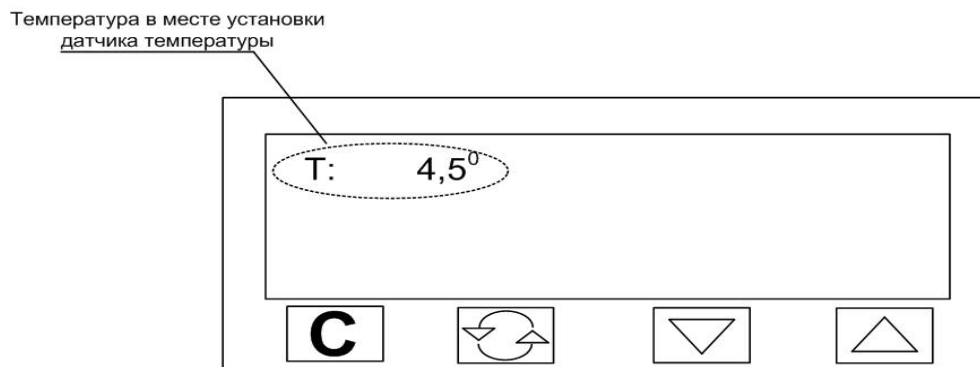

Рисунок 4
1). Исходное состояние (Рис.4).
При нажатии на кнопку «↻» происходит запуск устройства в работу – рабочий режим. Показания индикаторного табло прибора в зависимости от числа записанного в меню регулятора **«РЕЖИМ 1»**, в общем случае, представлено на **Рис.4,5**. В рабочем режиме прибор производит управление внешними устройствами в соответствии с заданием, введенным в программном режиме. Из режима регулирования прибор можно перевести в состояние паузы или состояние с возможностью ручного управления мощностью. Порядок действия с прибором, его возможности, назначение каждой из восьми зон индикатора в зависимости от действий оператора представлено в **Табл.4,5**.